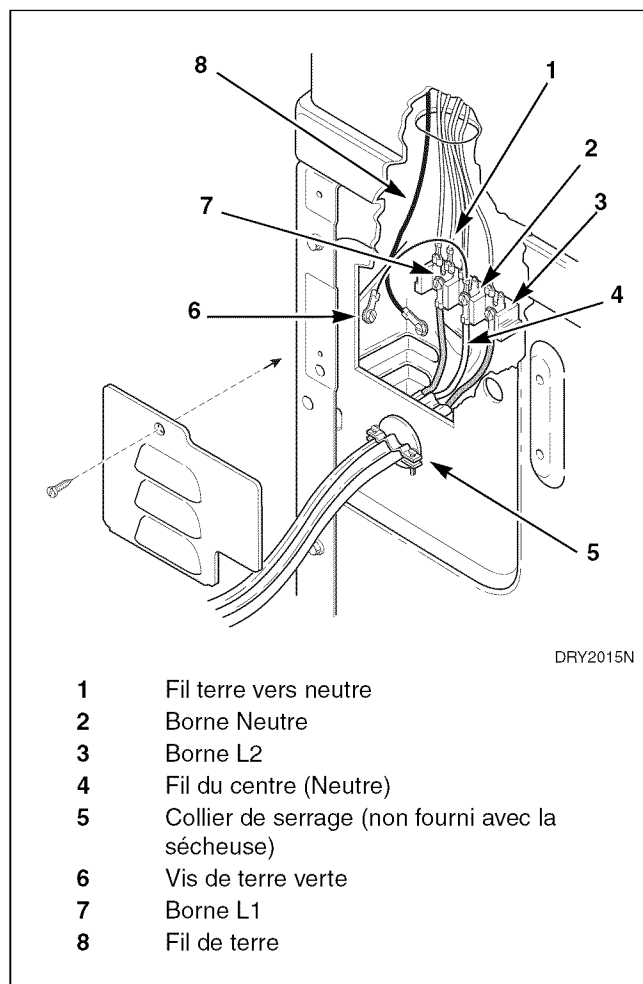

Figure 15
- Utiliser les trois vis argentée enlevée à l'étape 3 pour attacher les fils du nouveau cordon d'alimentation et l'autre bout du fil de terre vert au bornier comme indiqué à la *Figure 15*.